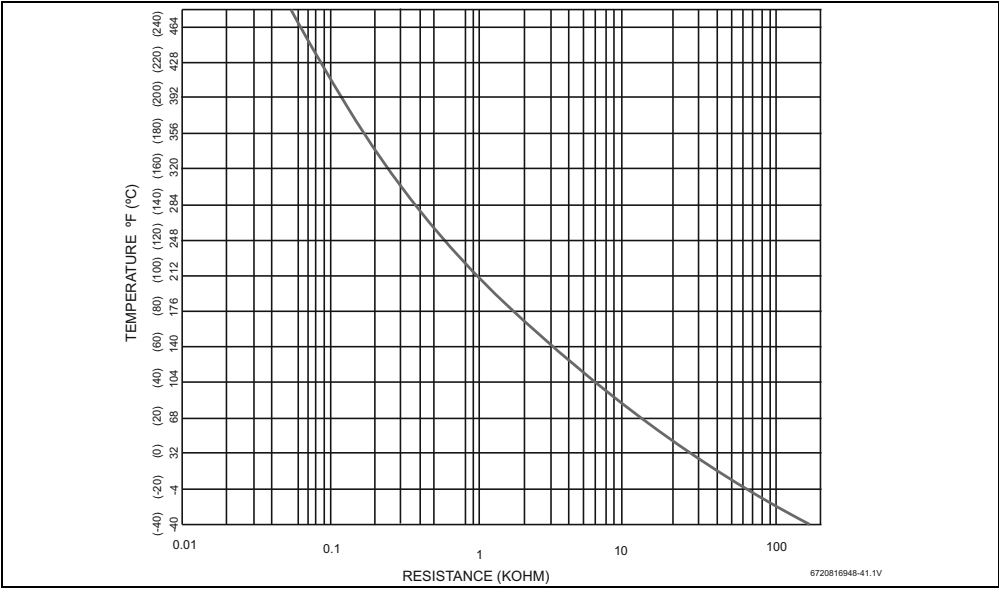

Fig. 64 Caractéristiques du capteur de température des gaz d'échappement et des gaz d'échappement dans l'unité de condensation
2) Voir les graphiques de résistance thermique sur les fig. 64 et 65.